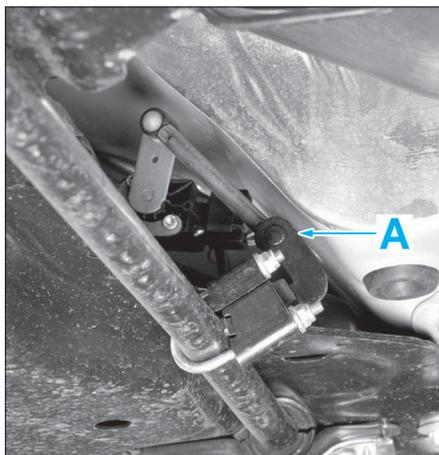

FIG. 6
- Véhicule équipé de projecteurs directionnels, désaccoupler la biellette du capteur en "A" (Fig.6).